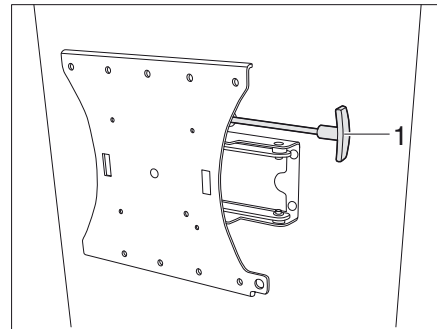

Bild 138 Fäste med ledad arm (variant 2)
- Dra i spaken (Bild 138,1) för att lossa den platta bildskärmen ur spärren.
- Skjut in spaken (Bild 138,1) igen för att spärra.